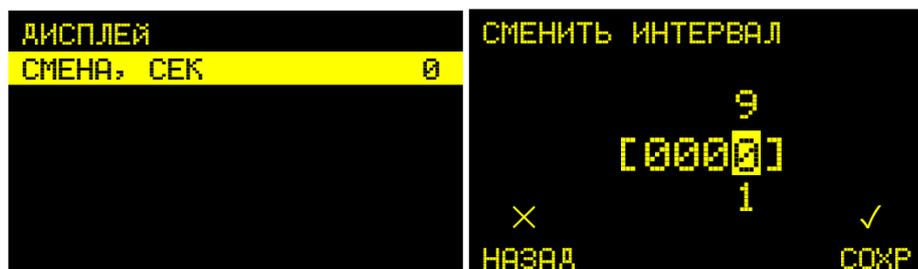

Рисунок 17 - Дисплей
2.4.3.4 В подразделе «ДИСПЛЕЙ» производится настройка интервала автоматической смены отображаемого канала (см. рисунок 17).